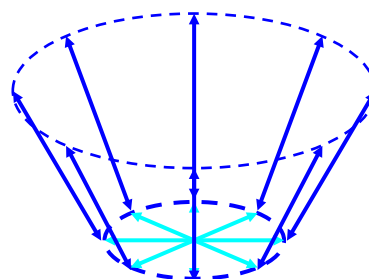

図3. 漏洩表面波の送受波方位
特長: (1)表面に不感帯ができない(cf.垂直探傷75MHz:表面~0.35mmは不感帯)。(2)漏洩表面波の伝搬方法:360°(図3参照)→きずの形状によらない検査が可能。